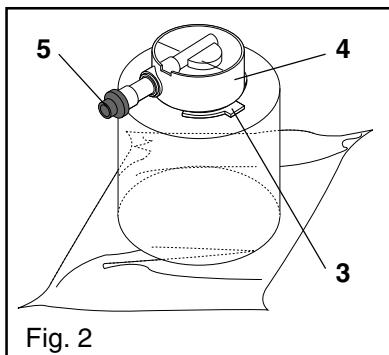

Fig. 2
- De productcontainer op de kop zetten en de koffieresten verwijderen door de treksluiting (5) te draaien en op de bodem van het doseersysteem te tikken (fig. 2).
- De spanning op de handgreep (3) losmaken (fig. 2).
- Het doseersysteem (4) voorzichtig verwijderen (fig. 2).